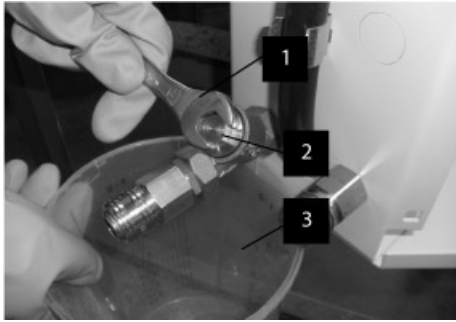

Abb. 51
1. Die Abdeckung des Schmutzfängers (Abb. 51/2) muss mit einem Schlüssel (Abb. 51/1) durch Linksdrehen gelöst werden, wobei Restwasser auslaufen kann. Um dieses aufzufangen muss ein Auffangbehälter (Abb. 51/3) unter den Schmutzfänger gehalten werden.
4. Die Kappe vom Schmutzfänger (Abb. 51/1) durch Rechtsdrehen anziehen.